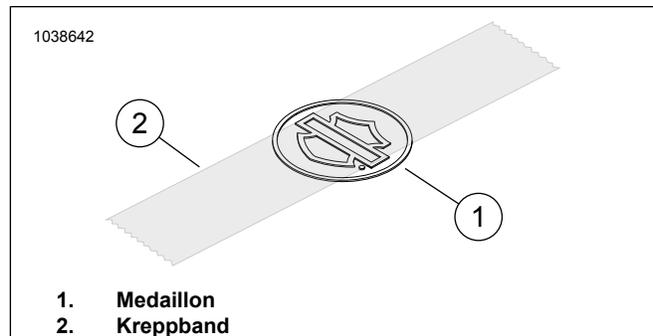

Abbildung 1. Klebeband auf Medaillon anbringen
2. Siehe Abbildung 1 >. 3-Zoll-Krepband mittig über dem „Bar & Shield“ des Medaillons anbringen.